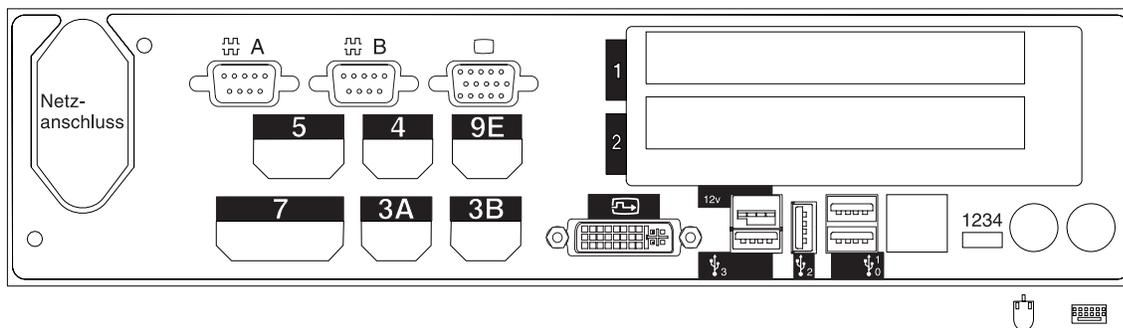

Abbildung 114. Rückseite der Kombination Handelscomputer/Datenkasse IBM 4694-207
8. In Abb. 114 die Buchsen, an die die Kasseneinheiten angeschlossen werden sollen, durch ein X kennzeichnen.